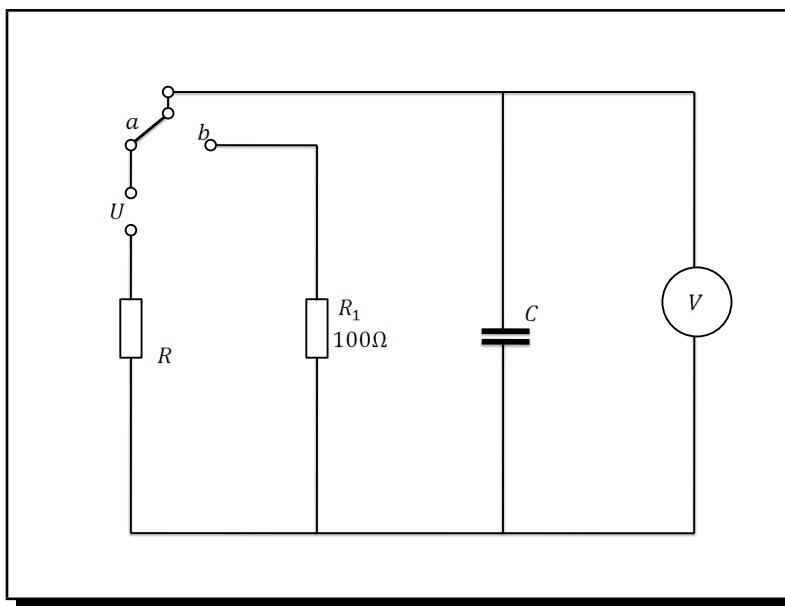

Figura 3.15: Carga y descarga de un condensador
En la Figura 3.15 si inicialmente el interruptor está abierto la carga en el condensador es cero y esto se refleja en que su diferencia de potencial es cero, al pasar el interruptor al punto a fluye una corriente de tal forma que el condensador se empieza a cargar produciéndose una diferencia de potencial en el condensador que tiende a ser igual al valor de la fuente de alimentación a medida que transcurre el tiempo, con la utilización de la ley de Ohm se obtiene una expresión para la diferencia de potencial en el condensador dada por:
- 1 Configure el experimento como se muestra en la Figura 3.15.